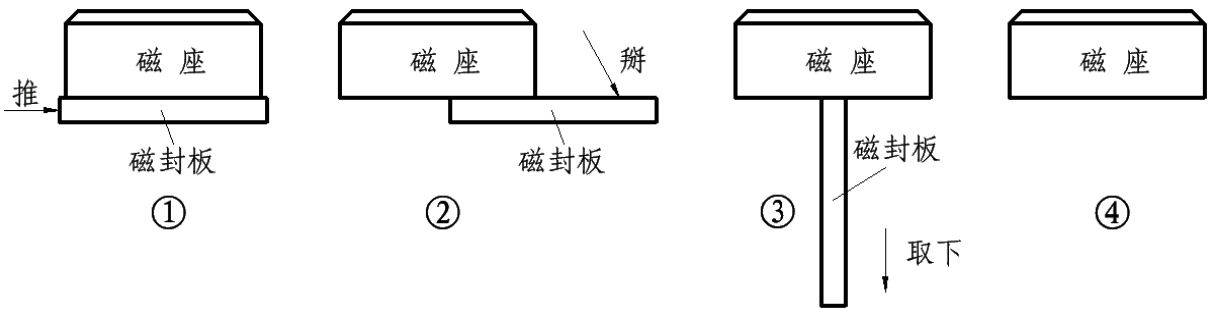

图 1 取下磁封板
2. 取下磁封板。若磁座上装有磁封板，按图 1 所示步骤，取下磁封板。